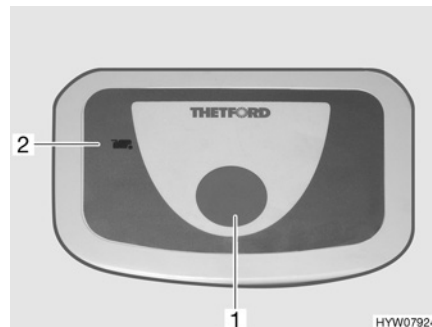

Bild 115 Spolknapp/kontrollampa (Thetford-toalett)
- För att spola, tryck på den blå spolknappen (Bild 115,1).
Kontrollampan (Bild 115,2) lyser när latrintanken måste tömmas.